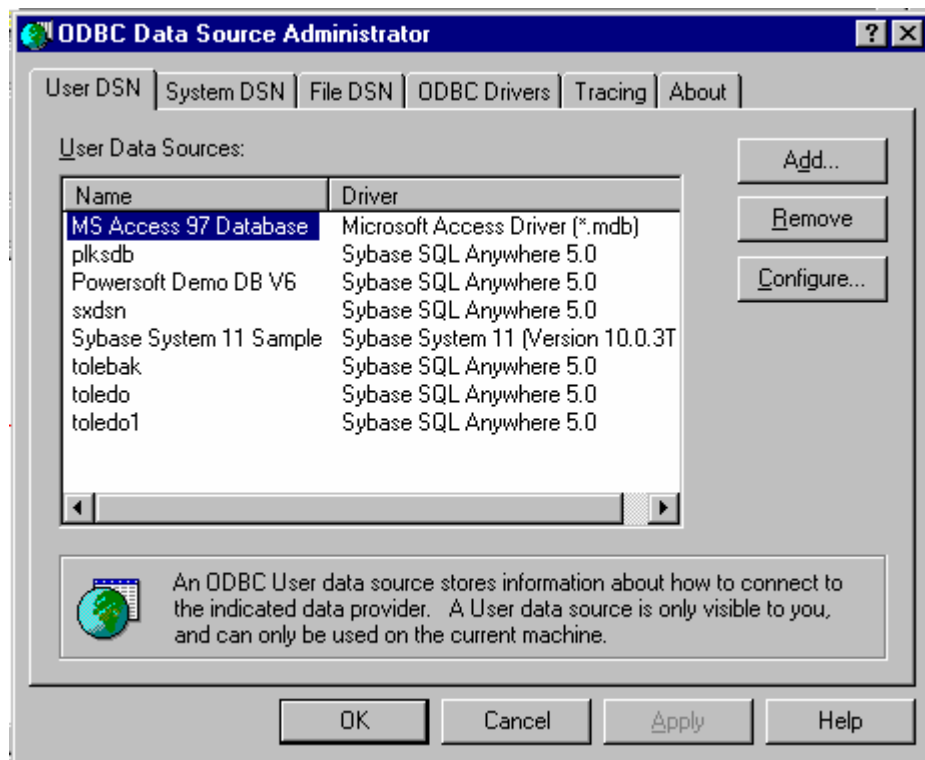

图 1
- 运行 *c:\scalewin\ODBCAD32.exe*，如图 1 显示。